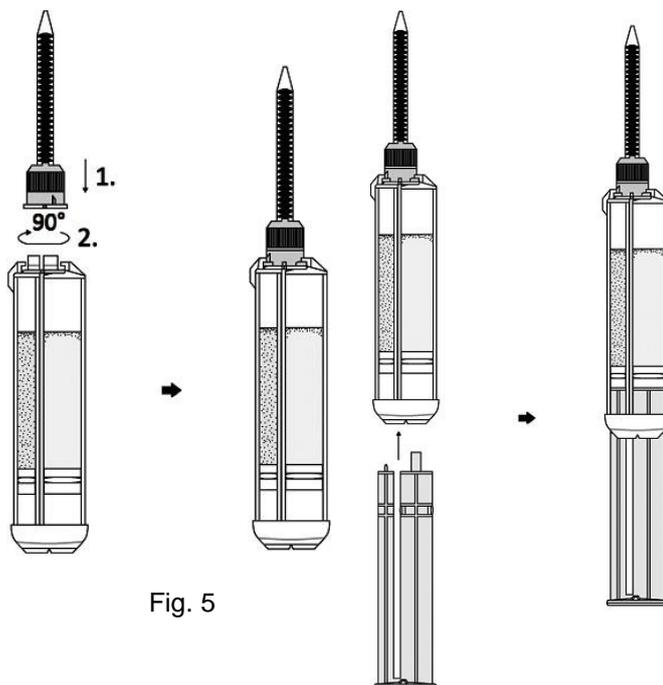

Fig. 5
5. Empurre a ponteira com força na direção da seringa e rode a ponteira 90° no sentido dos ponteiros do relógio para prender a ponteira na seringa (fig. 5).